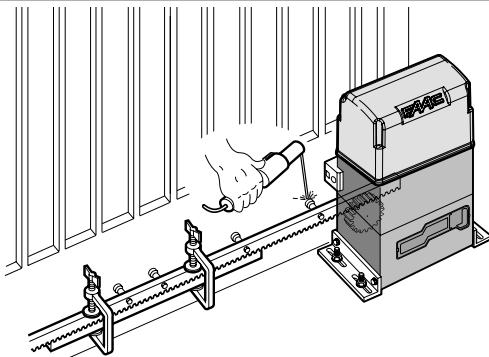

Fig. 16
- 5) Plaats een ander tandheugelement tegen het vorige en gebruik, om de vertanding van de twee elementen in fase te brengen, een stuk tandheugel zoals aangegeven op fig.16.